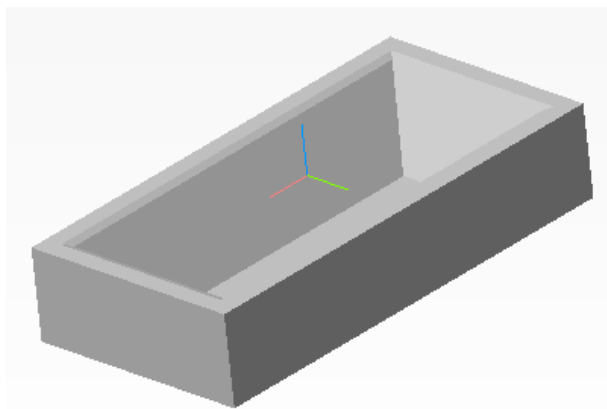

Рис. 8.
8.4. Выполните фаску по двум длинам 1x1 мм на торцевой поверхности стенки (рис. 8).